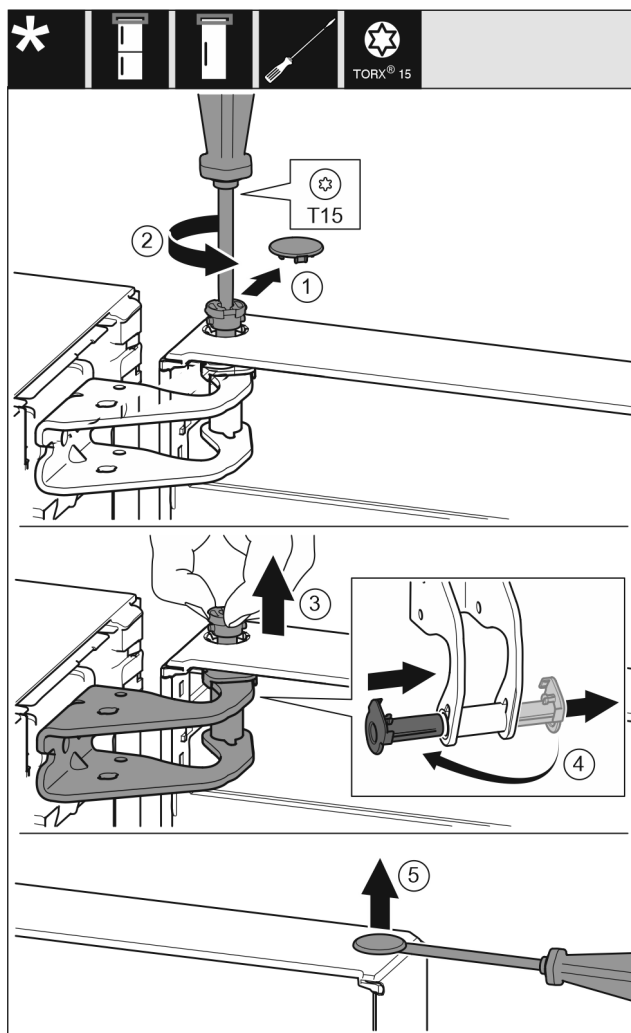

Fig. 12
- ▶ Óvatosan húzza le a biztonsági fedelet. Fig. 12 (1)
- ▶ Tekerje ki a csapot egy kissé a T15 csavarhúzóval. Fig. 12 (2)
- ▶ Tartsa meg az ajtót, és húzza ki a csapszeget az ujjával. Fig. 12 (3)
- ▶ Húzza ki a csapágyperselyt a vezetősínből. Helyezze be a másik oldalról, és pattintsa a helyére. Fig. 12 (4)
- ▶ Óvatosan emelje ki a dugaszt az ajtó csapágyperselyéből lapos csavarhúzóval, és húzza ki. Fig. 12 (5)